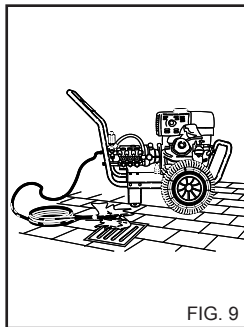

FIG. 9
Для удаления инородных тел и пузырьков воздуха рекомендуется в первый раз запустить аппарат без пистолета и дать воде свободно течь в течение нескольких секунд. Инородные тела могут засорить сопло и привести к неполадкам (рис. 9).
- 1) Для сохранения окружающей среды мы рекомендуем использовать моющие средства в разумных пределах (рис. 9), согласно инструкциям на упаковке.